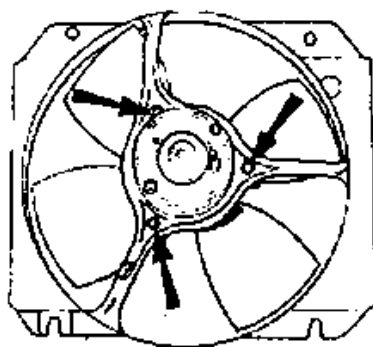

Figura 77: Porcas de fixação do motor do ventilador ao defletor de ar do radiador.
- 5 . Remover as três porcas de fixação do motor do ventilador ao defletor do radiador, removendo, a seguir, o motor (Figura 77).